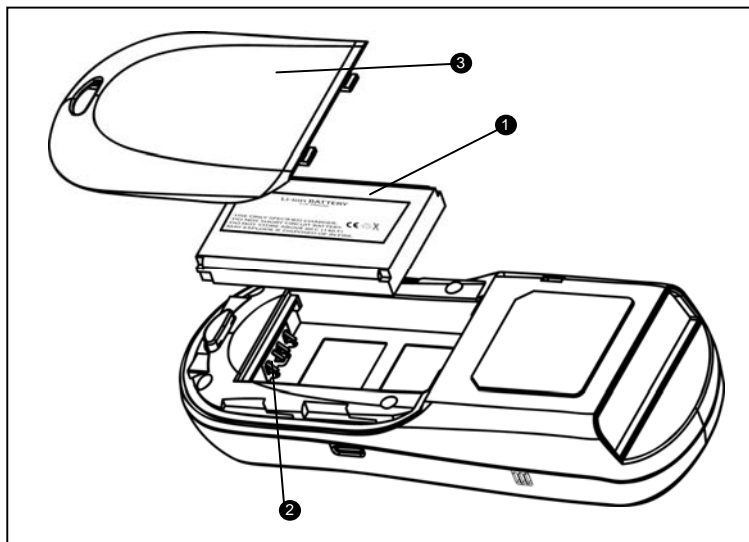

Figura 7 O Compartimento da Bateria
1. Acesse o compartimento de bateria removendo a sua tampa (veja a Figura 7). Para remover a tampa, pressione a trava para baixo e deslize a tampa para fora da unidade.